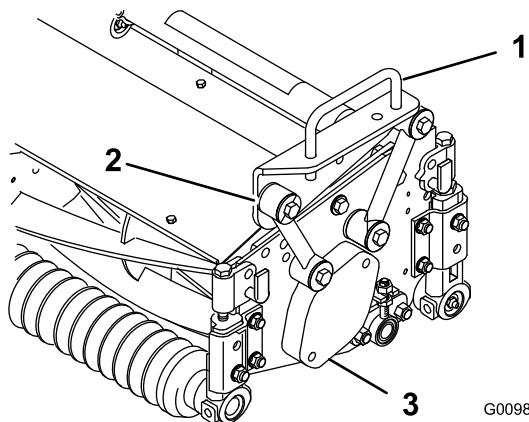
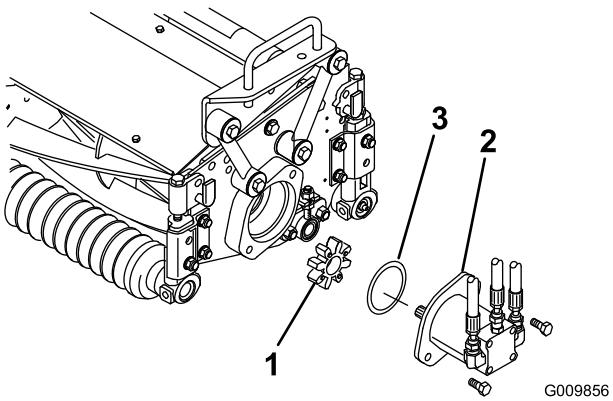

Figure 4
Figure 8
2. Placez un bâti porteur sur chaque plateau de coupe en alignant les trous de fixation sur les biellettes de montage (Figure 4).
3. Fixez chaque biellette au bâti porteur avec un boulon d'assemblage (3/8 x 2-1/4"), 2 rondelles plates et un contre-écrou, comme illustré à la Figure 4. Placez une rondelle de chaque côté de la biellette lors du montage. Serrez à 42 Nm.
- Déposez le couvercle du logement de roulement (Figure 4) de l'extrémité intérieure du plateau de coupe droit. Posez le couvercle et le joint (fourni avec le plateau de coupe) sur l'extrémité extérieure. Repérez l'accouplement en étoile (Figure 8) expédié dans le logement de roulement.
3. Placez le joint torique (fourni avec le plateau de coupe) sur le flasque du moteur d'entraînement (Figure 8).
4. Posez le moteur et l'accouplement en étoile du côté entraînement du plateau de coupe et fixez-les avec 2 vis d'assemblage fournies avec le plateau de coupe (Figure 8).